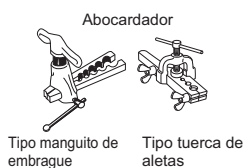

Fig. 4
- Inserte completamente la manguera de drenaje en el depósito de drenaje situado en la parte posterior derecha de la unidad interior. (Fig. 4)
- Compruebe que la manguera esté bien enganchada a la parte saliente de la pieza de inserción en el depósito de drenaje. (Fig. 4)
- 4) Labores de abocardamiento (Fig. 4, 5). Sujete firmemente el tubo de cobre de la dimensión que se muestra en la tabla. Seleccione A mm en la tabla según la herramienta que emplee.